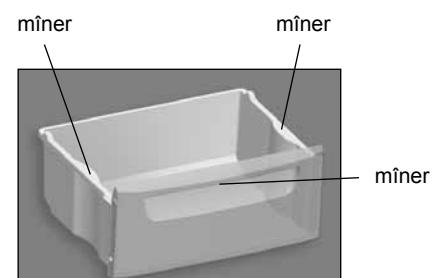

Figura 3 – Coș
1.8 Coșurile C.C. au un mâner pe panoul frontal pentru încărcarea și descărcarea ușoară a produselor alimentare, precum și mâneră pe părțile laterale (cu excepția coșului de jos) pentru deplasarea ușoară în afara Frigiderul în conformitate cu figura 3. Design de coșuri poate varia de la figura 3.